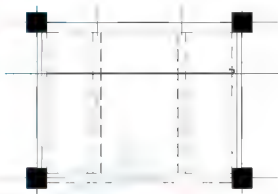

图 5.54 绘制受力钢筋 1
⑧ 在指定包含角: 提示下输入“180”并按 Enter 键, 指定圆弧的旋转角度为逆时针 180°。
⑨ 在指定圆弧的端点或 [圆心(C)/半径(R)]: 提示下, 打开【正交】功能, 将光标垂直向上拖动, 然后输入“100”。
⑩ 在指定圆弧的端点或 [角度(A)/圆心(CE)/闭合(CL)/方向(D)/半宽(H)/直线(L)/半径(R)/第二个点(S)/放弃(U)/宽度(W)]: 提示下, 输入“L”并按 Enter 键, 表示要绘制直线。
⑪ 在指定下一个点或 [圆弧(A)/半宽(H)/长度(L)/放弃(U)/宽度(W)]: 提示下, 向左水平拖动鼠标指针, 然后输入“80”并按 Enter 键, 结果如图 5.54 所示。